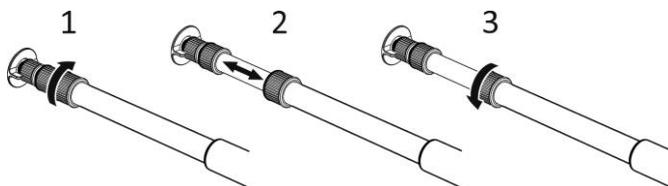

Рисунок 2.4 – Встановлення потрібної довжини штанги телескопічної
2.2.5.1 Встановіть потрібну довжину штанги телескопічної. Для цього встановіть довжину кожного з трьох сегментів штанги (рис. 2.4):